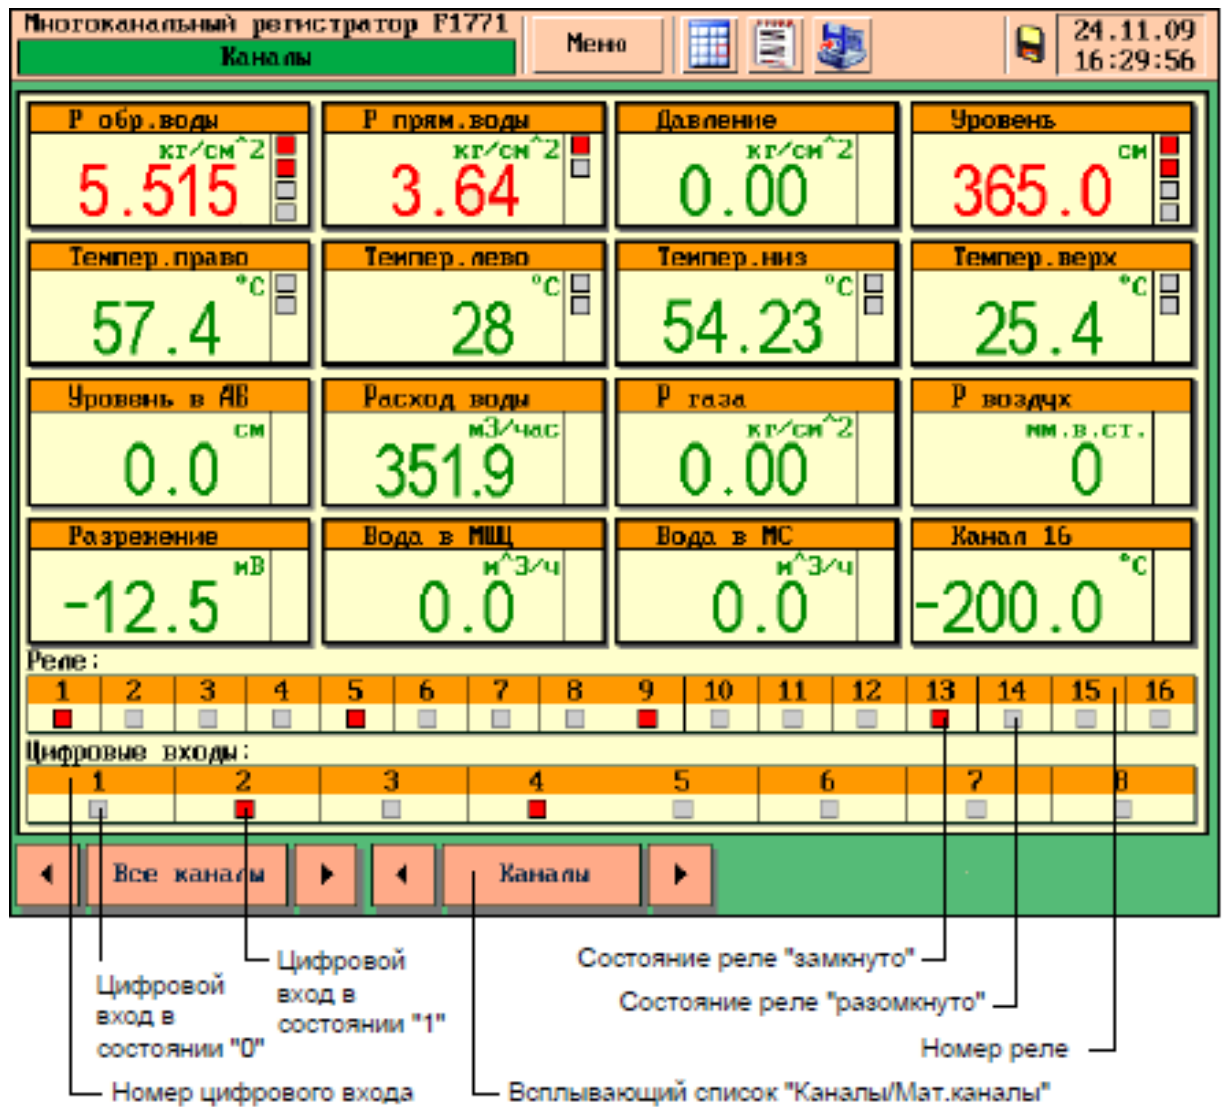

Рисунок 16 – Режим «Все каналы»
- цифровые показания для всех каналов (см. рисунок 16).
Режим «Все каналы» отображает в цифровом виде значения всех каналов (см. рисунок 16).
- справа – для выбора отображаемой информации (группа, канал); в режиме «все каналы» элемент отсутствует у 8-ми и 4-х канального прибора, у 16-ти канального прибора элемент позволяет переключаться между входными каналами и математическими каналами (см. рисунок 16).